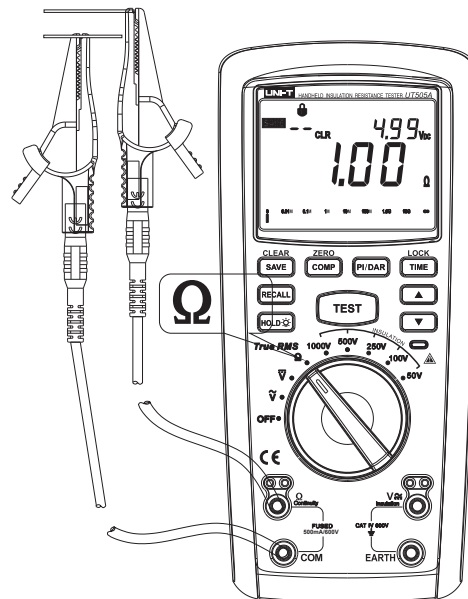

图6
3、低电阻测量 (见图6)
- ① 将红色表笔插入“ Ω ”插孔 (红色孔) 另一端并加装成鳄鱼夹, 黑色表笔插入COM插孔 (黑色孔) 另一端并加装成鳄鱼夹。
- ② 将转盘开关旋转至“ Ω ”档位, 并将表笔并联到待测电路中。
- ③ 按下“TEST”按钮, 等待约2秒从显示屏读出当前的测量值。
- ④ 在测量过程中如果想保存当前测量值只需按下“SAVE”按钮即可保存。
- ⑤ 为了保证测量准确度, 测量前需对仪表表笔做归零, 目的是去除表笔带来的误差: 具体操作为先将两表笔的鳄鱼夹短路, 按下“TEST”按钮后, 屏幕读数显示低于2.00 Ω 的电阻值, 再长按“COMP”3秒钟, 屏幕右上角显示“ZERO”符号, 并且屏幕读数显示为“0.00 Ω ”表示归零成功。